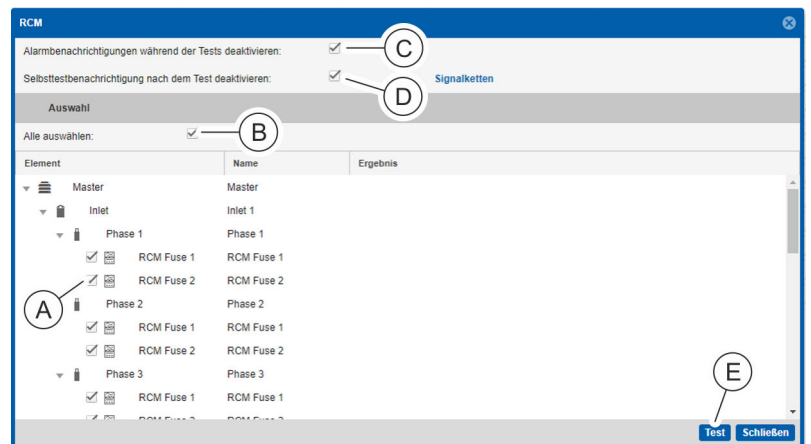

Abb. 107: Fenster "RCM"
3. **Einzelne RCM auswählen, die geprüft werden sollen (Abb. 107/A).**
Alternativ über die Checkbox „Alle auswählen“ (Abb. 107/B) alle verfügbaren RCM zur Prüfung auswählen.
4. **Bei Bedarf die Checkbox „Alarmbenachrichtigung während der Tests deaktivieren“ (Abb. 107/C) deselektieren, um das Auslösen von Signalketten während des Tests zu aktivieren.**
- Bei Bedarf die Checkbox „Selbsttestbenachrichtigung nach dem Test deaktivieren“ (Abb. 107/Ⓞ) deselektieren, um das Auslösen der Signalkette nach dem Test zu aktivieren.
- Im Fenster "RCM" die Schaltfläche „Test“ (Abb. 107/ⓔ) anklicken.